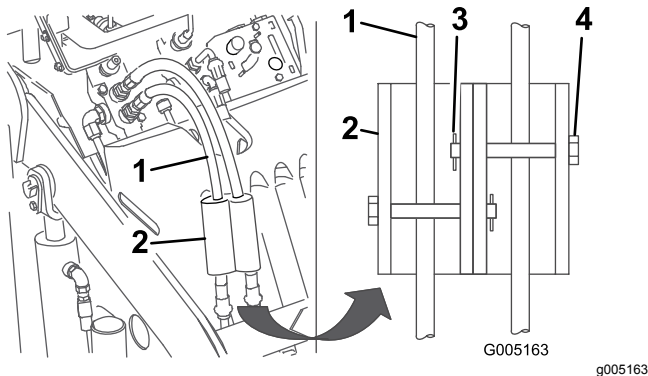

Figure 21
7. Montez les dispositifs de blocage sur les flexibles hydrauliques, et fixez-les en position à l'aide des axes de chape et des goupilles fendues (Figure 21).